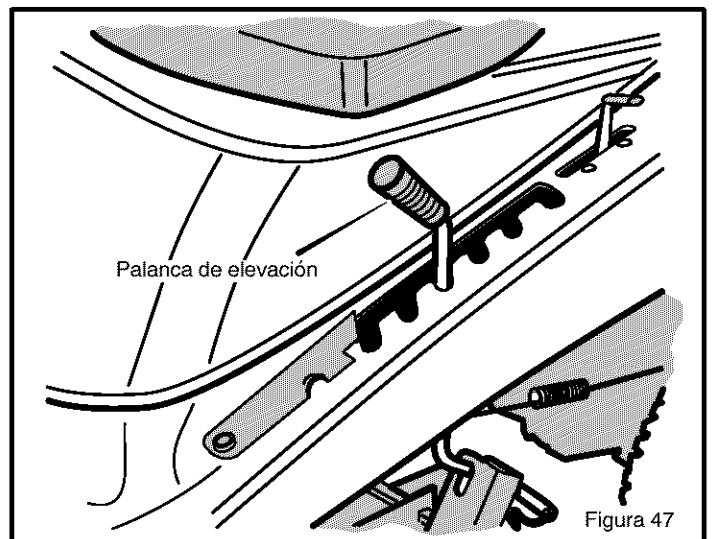

Figura 47
1. Mueva la **palanca de elevación** hacia abajo para bajar el cárter de la cortadora de césped y hacia arriba para levantar el cárter de la cortadora de césped (Figura 47).